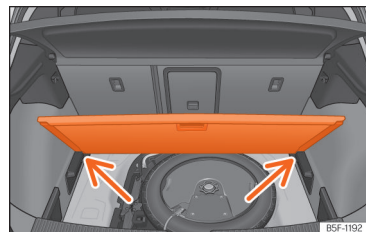

Fig. 183 Terra variable del maleter: posició inclinada.
- Recolzeu el terra sobre els espais previstos per a aquest ús >>> **fig. 183** (fletxes).